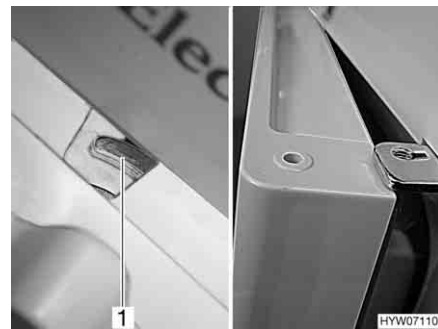

Fig. 230 Porta del frigorifero/del vano congelatore in posizione di ricircolo d'aria (serie Dometic 7 con vano congelatore separato)
- Spostare il dispositivo di bloccaggio completamente verso destra. La porta del frigorifero/porta del vano congelatore è bloccata con l'ausilio dell'arresto della porta (Fig. 230,1). In questo modo la porta del frigorifero/porta del vano congelatore rimane ferma in posizione socchiusa (Fig. 230).